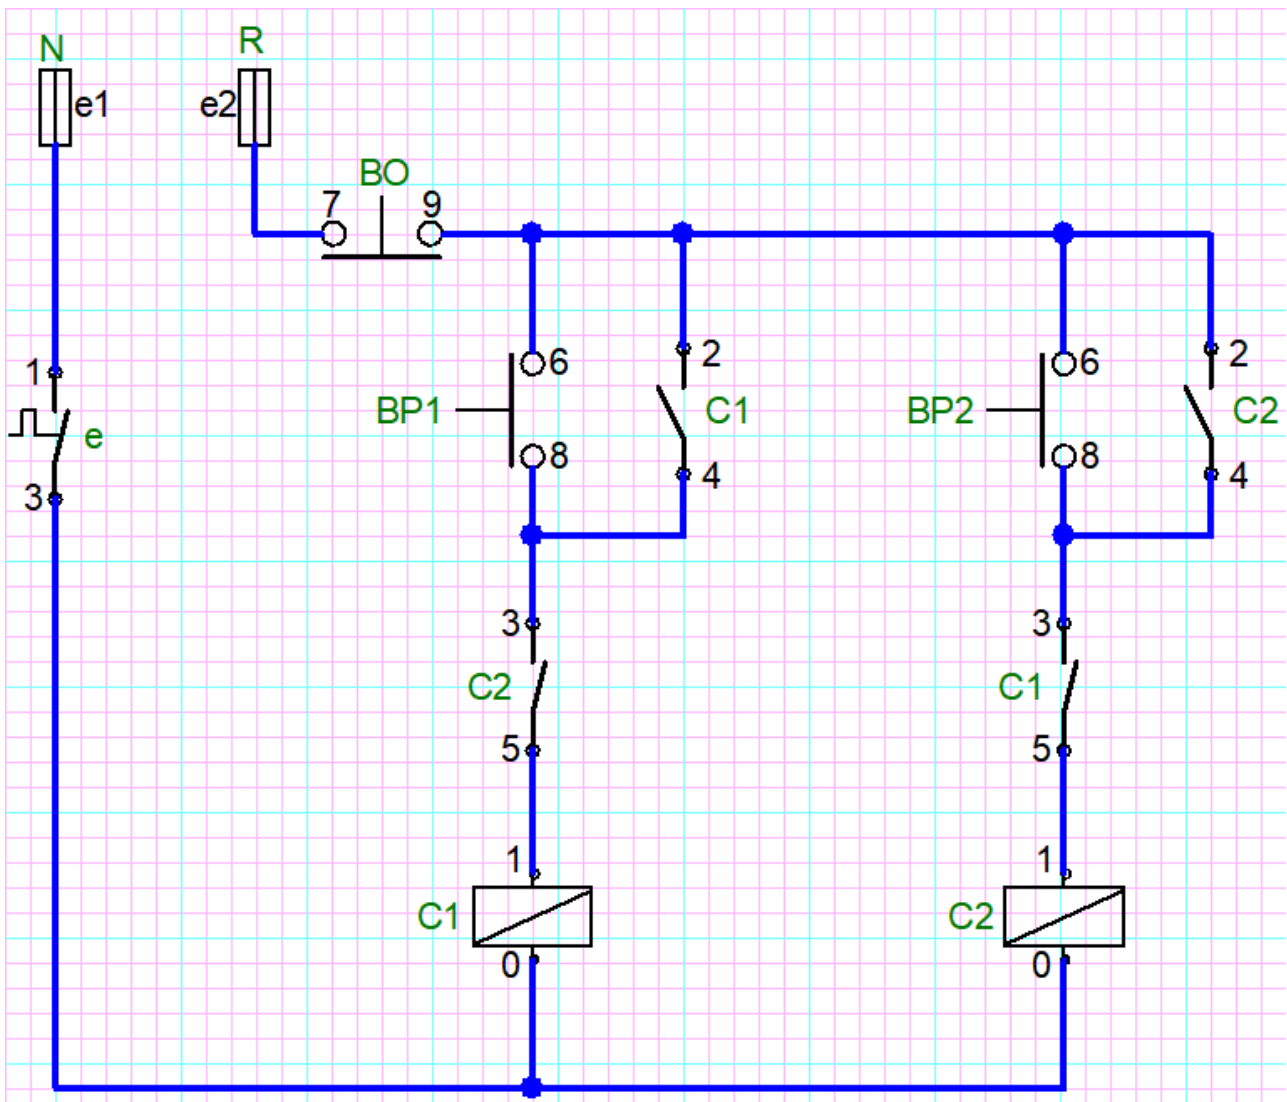

Figura 5.12 Schema electrică de comandă a inversorului de sens
5. După executarea conexiunilor schema arată ca în figura 5.12